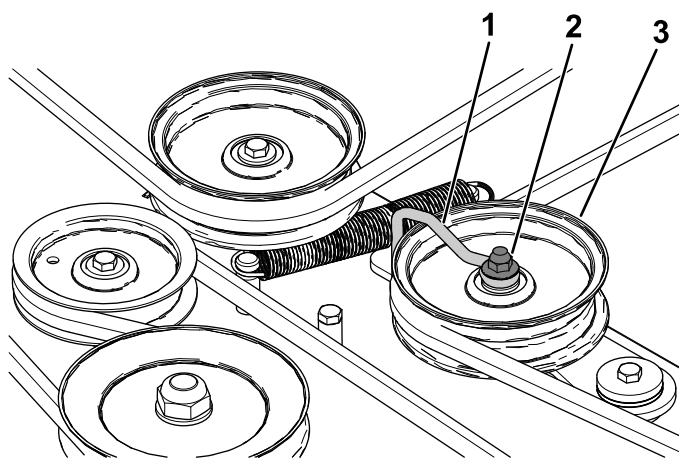

Figura 51
5. Afloje la tuerca que sujeta el soporte de alambre a la polea tensora (Figura 51).
- Apriete la tuerca que sujeta el soporte de alambre a la polea tensora (Figura 51).
Nota: Coloque el soporte de alambre contra el brazo tensor, como se muestra en la Figura 51.